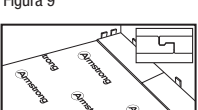

Figura 10
- Alinee la siguiente pieza superponiendo el extremo de la primera tabla de modo que la unión quede apretada cuando el tablero esté plano (Figura 10). Puede que sea necesario hacer ligeros ajustes en el tablero para asegurar un encaje ajustado.
- Alinee la siguiente pieza superponiendo el extremo del primer tablero de modo que la unión quede apretada cuando el tablero esté plano (Figura 10). Puede que sea necesario hacer ligeros ajustes en el tablero para asegurar un encaje ajustado.